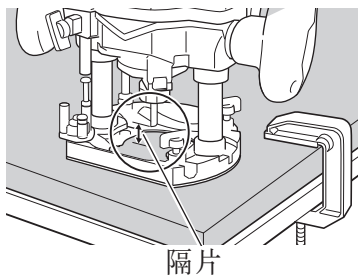

图 30
- (1) 如图 30 所示，从工作材料上取下钻头，并拉动开关扳机。在钻头达到充分的旋转速度之前，请勿开始切割。